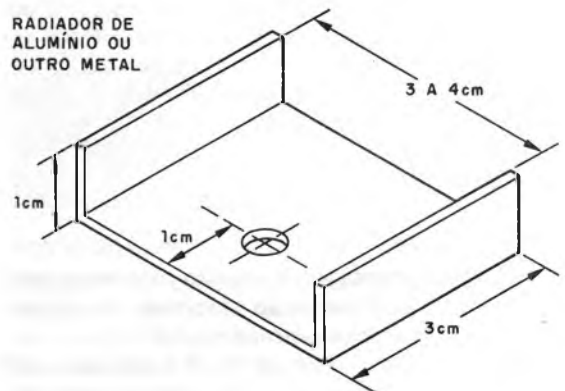

Figura 5
a) O transistor Q1 pode ser o TIP31 acompanhado ou não de letras, como A, B ou C. Veja que ele deve ser dotado de um radiador de calor. Você pode montar este radiador cortando uma chapinha de lata ou mesmo perfilado de alumínio e fazendo um furo no meio, para usar um parafuso que a prenda no componente. (figura 5)